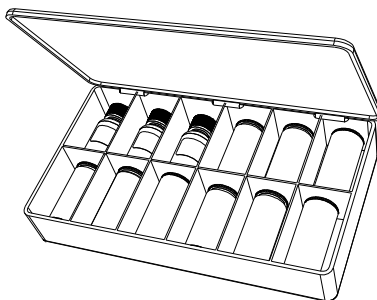

図 1-2 標準または測定範囲延長校正キット
- 標準校正キット（オリンパス P/N: 86ACC-KIT [U8771068]）または拡張校正キット（オリンパス P/N: 86ACC-ER-KIT [U8771069]）については、19 ページ図 1-2 を参照してください。